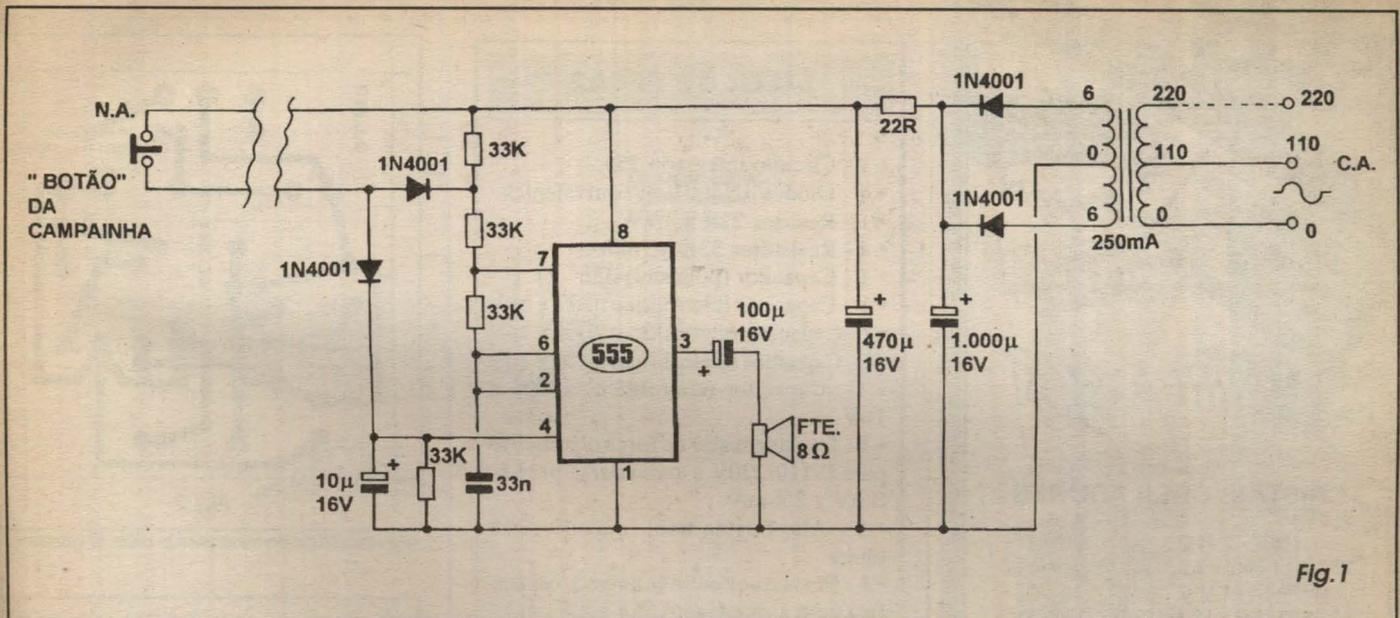

Fig. 1
- FIG. 1 - DIAGRAMA ESQUEMÁTICO DO CIRCUITO - Em síntese, nada mais do que um astável com integrado 555, porém com algumas pequenas (e fundamentais...) alterações... Inicialmente, notar que o circuito é alimentado por fonte incorporada, a transformador (através de cujas ligações do *primário* é possível adequar o funcionamento a rede C.A. de 110 ou 220 volts, facilmente...), super-bem filtrada pelo arranjo em *pi* formado pelos eletrolíticos de 1000u e 470u, mais o resistor de 22R (essa super-filtragem permite que o som saia *puro*, livre de distorções ou de inter-modulações sob *ripple* de 60 Hz...). Verificar que o 555 permanece, o tempo todo, alimentado pelos seus pinos 8 e 1 (respectivamente **positivo** e **negativo** da alimentação C.C.). Lembremos, contudo, que o arranjo apenas pode oscilar efetivamente, quando o pino 4 do integrado encontrar-se polarizado *positivamente*, o que só ocorre quando o *push-button* N.A. é premido (*fechado*). Quando isso acontece, a manifestação se dá na frequência determinada pelos valores do capacitor de